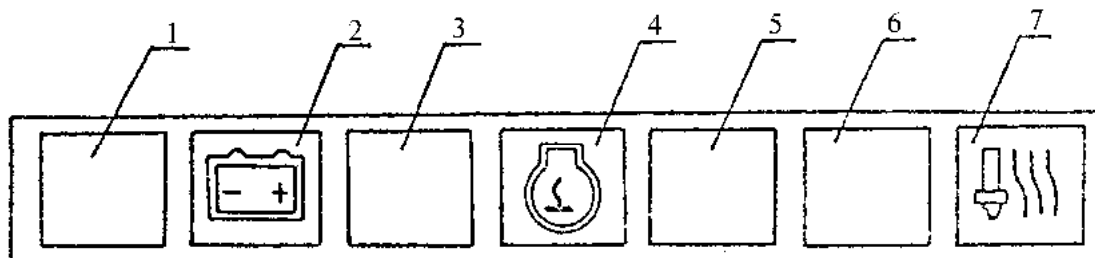

Рис. 5. Блок контрольных ламп (Блок В)
15. Блок контрольных ламп (блок В, рис. 5).